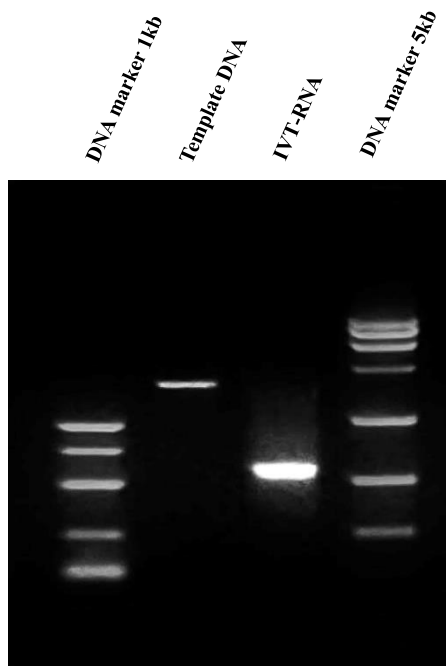

图 1 转录 2 h 产物电泳检测图
1. 遵照本产品非修饰 RNA 合成反应体系及实验流程，向反应体系中加入 Template DNA (1.4 kb) 500 ng，37°C 孵育 2 h，转录合成 RNA，得到 RNA 产物经 DNase I 处理后，通过变性琼脂糖凝胶电泳检测，检测结果如图 1 所示。